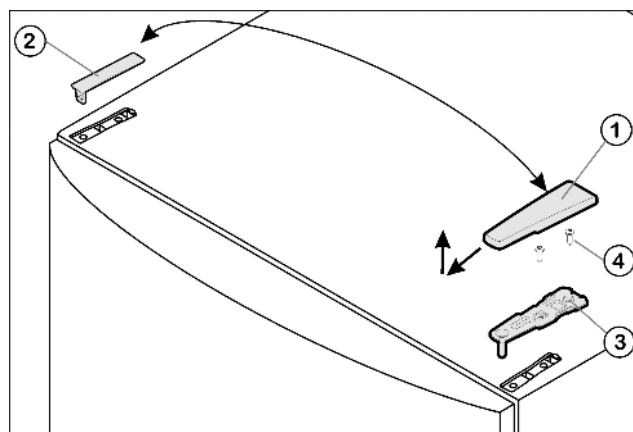

Fig. 4
- ▶ Потяните крышку Fig. 4 (1) вперед и вверх.
- ▶ Снимите крышку Fig. 4 (2).
- ▶ Открутите верхний опорный кронштейн *Fig. 4 (3)*(2 шт. Torx® 25) *Fig. 4 (4)* и вытяните вверх.
- ▶ Установите верхний опорный кронштейн Fig. 4 (3) на новой стороне шарнира и защелкните в дверце.
- ▶ Привинтите верхний опорный кронштейн (с моментом 4 Нм) (2 шт. Torx® 25) Fig. 4 (4). При необходимости проделайте отверстия или используйте аккумуляторную отвертку.
- ▶ Наденьте и защелкните крышку Fig. 4 (1) и крышку Fig. 4 (2) на противоположной стороне снаружи.